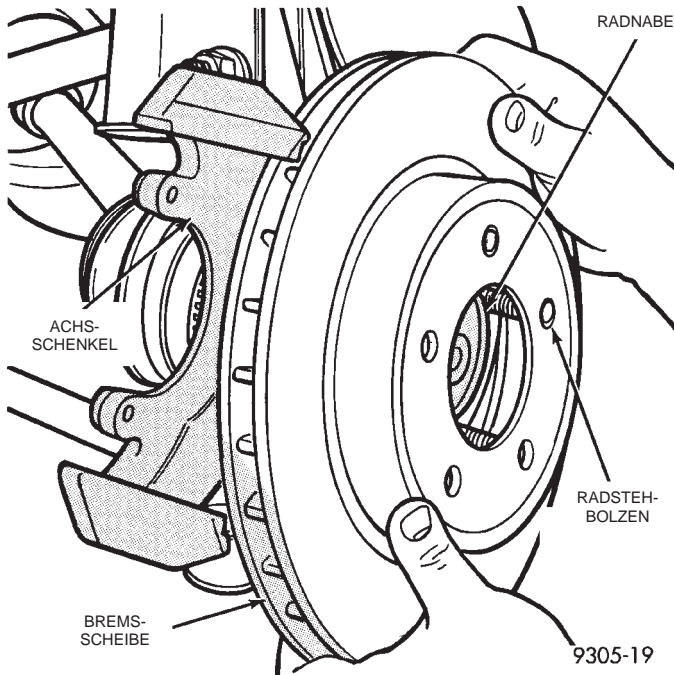

Abb. 7 Ein- und Ausbau der Bremsscheibe
(7) Falls erforderlich, die Bremsscheibe von der Radnabe lösen. Hierzu die Bremsscheibe gerade von den Radstehbolzen abziehen (Abb. 7).
(1) Den Bremssattelkolben vollständig in die Kolbenbohrung des Bremssattels hineindrücken, wenn neue Bremsbacken eingebaut wurden.
(2) Wurde sie abmontiert, die Bremsscheibe wieder an der Radnabe montieren (Abb. 7).